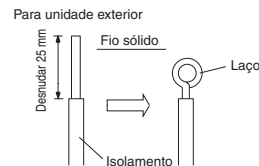

Fig. 3-54
- Corte a extremidade do fio com alicates e, em seguida, desnude o isolamento para expor o núcleo sólido aproximadamente 25 mm. (Fig. 3-54)